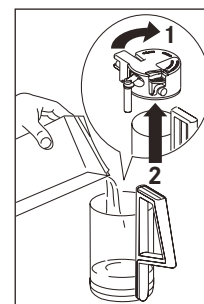

Fig. 30
- Remplir le récipient avec environ 100 grammes de lait pour chaque cappuccino à préparer (Fig. 30). Ne jamais dépasser le niveau MAX (correspondant à environ 750 ml) marqué sur le récipient. L'idéal est d'utiliser du lait écrémé ou demi-écrémé sortant du réfrigérateur (environ 5 °C).